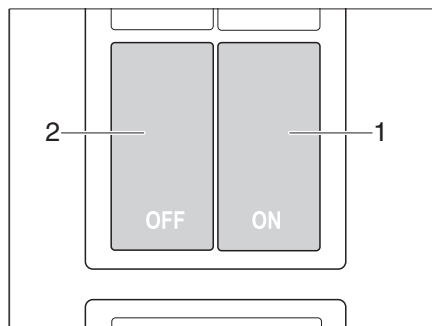

Fig. 15 Interruptor para bloqueo central de la línea de servicio de cocina
La línea de servicio de cocina está equipada con un bloqueo central. Las trampillas y los cajones del bloque de cocina se pueden bloquear y desbloquear manualmente con el interruptor (Fig. 15).
- Pulsar el interruptor (Fig. 15,2). Las trampillas y los cajones del bloque de cocina están bloqueados.
- Pulsar el interruptor (Fig. 15,1). Las trampillas y los cajones del bloque de cocina están desbloqueados.